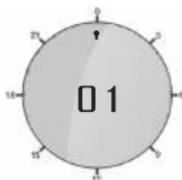

Рисунок 12. Индикация установленного комфортного режима обогрева и переход к выбору режима для следующего часа
Далее для подтверждения выбора комфортного режима обогрева в текущей индикации времени в центре дисплея терморегулятора, необходимо повторно нажать клавишу ▲ (10) для перехода в следующий час установки таймера. В результате на дисплее появится индикация, соответствующая рис. 12.
ющая выбранному часу включения комфортного режима обогрева и индикация выбора температуры для следующего часа (рис. 12).